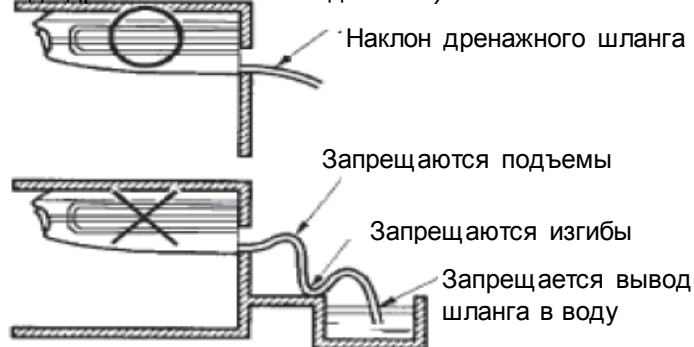
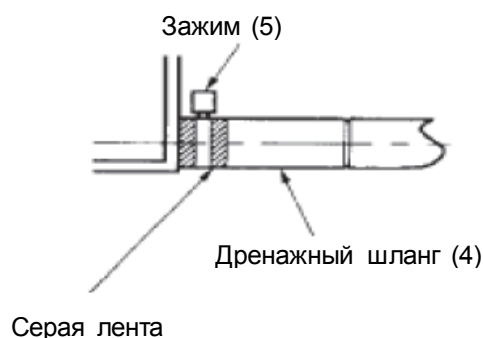

Рис. 10
Рис. 11
* Дренажный трубопровод должен быть коротким, с уклоном вниз под углом как минимум 1/100 во избежание возникновения воздушных пробок (см. Рис. 10).
* Используйте прилагаемый дренажный шланг (4) и зажим (5).
* Полностью вставьте дренажный шланг в дренажное гнездо. Затяните зажим в пределах серой ленты до того момента, пока головка винта не будет выступать менее чем на 4 мм от шланга (см. Рис. 11,12).